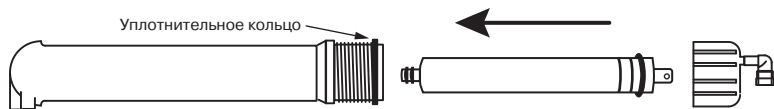

Рис. 12
4. Достаньте мембрану из пластикового пакета и установите ее в колбу (направление установки: двумя резиновыми кольцами — внутрь колбы, см. **рис. 12**), предварительно смазав резиновые уплотнения мембраны тонким слоем силиконовой смазки.